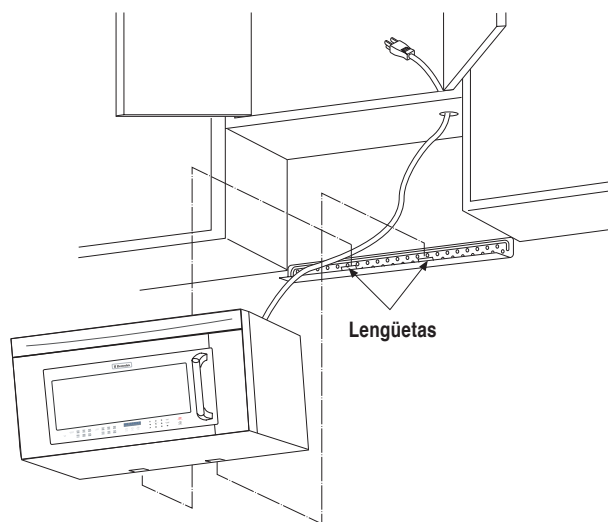

Figura 18
- Instale el horno inclinandolo hacia delante y deslizándolo sobre las lengüetas de la placa de montaje. Gire el horno arriba tan descansa contra la pared. Vea la Figura 18 de la página 7.